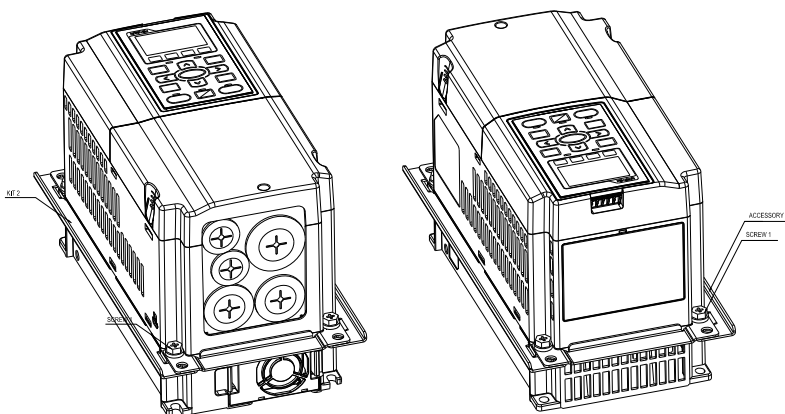

图 2
2. 将螺丝\*2 (M6) 与 Accessory 2 & 3 锁住 (如图 2 所示)。螺丝扭力值: 25~30 kg-cm / [21.7~26 lb-in.] / [2.5~2.9 Nm]